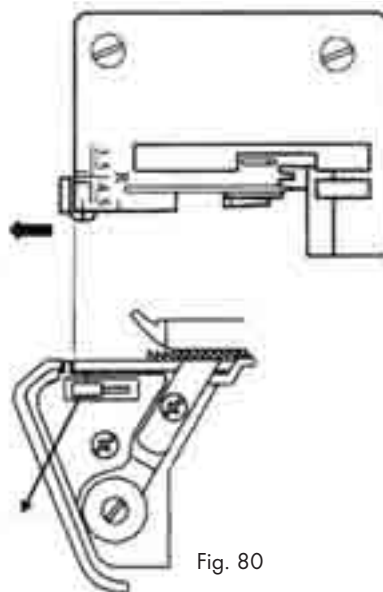

Fig. 80
- Stil sømbreddekontakten 23 på "R" (fig. 80).